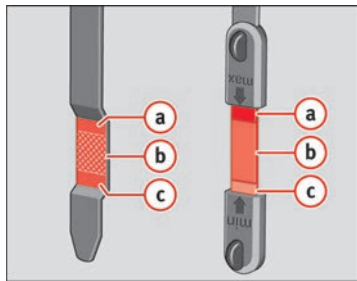

Fig. 179 Zonas marcadas en la varilla de medición de aceite
- A continuación, vuelva a extraerla y compruebe el nivel de aceite ⇒ fig. 179. En caso necesario, reponga aceite del motor ⇒ página 243.